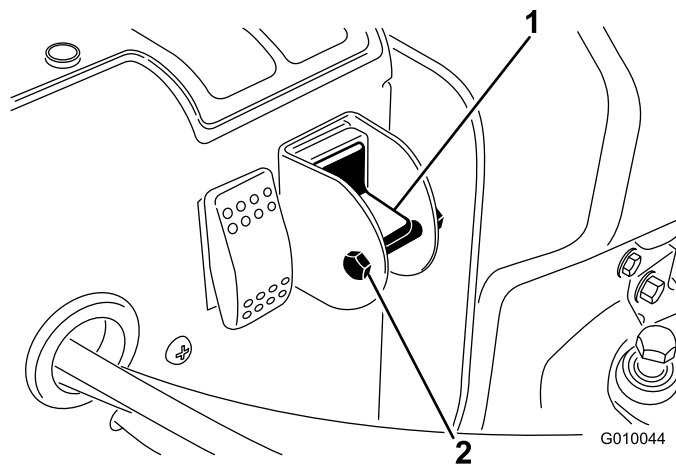

Figura 30
3. Togliete il bullone e il dado di bloccaggio dal selettore (Figura 30).